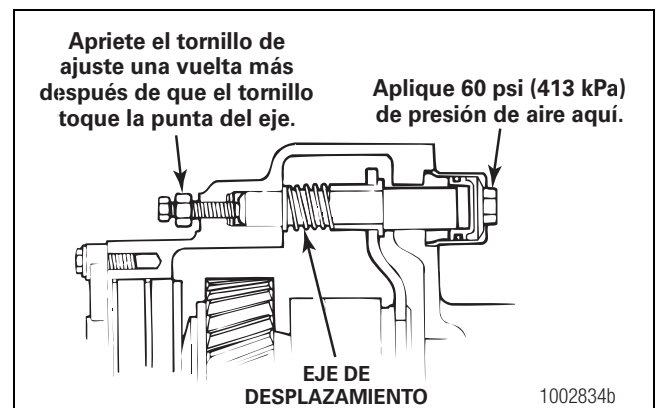

Figura 5.117
- E. Cuando el tornillo toque el eje, apriete el tornillo de ajuste una vuelta adicional. Aplique presión de aire y luego apriete la contratuerca. Figura 5.117.